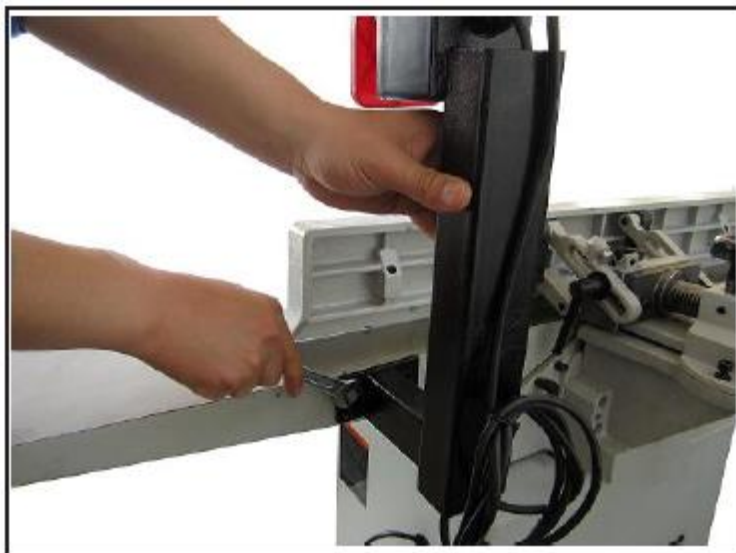

Рис. 15. Установка опорного кронштейна
1. Закрепить опорный кронштейн болтами М8 х 16 с плоскими шайбами, как показано на рис. 15.